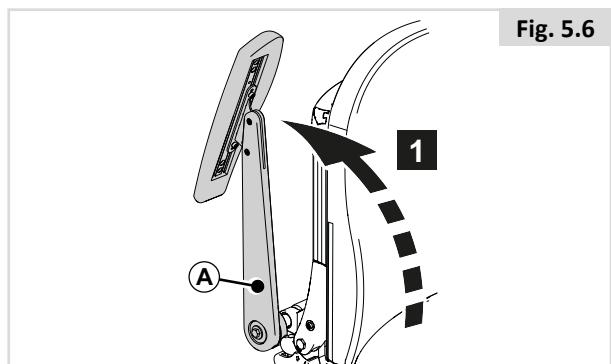

Fig. 5.6
Tillbakalutande nedfällbara armstöd (Fig. 5.6)
1. Fäll (A) bakåt. (Fig. 5.6)